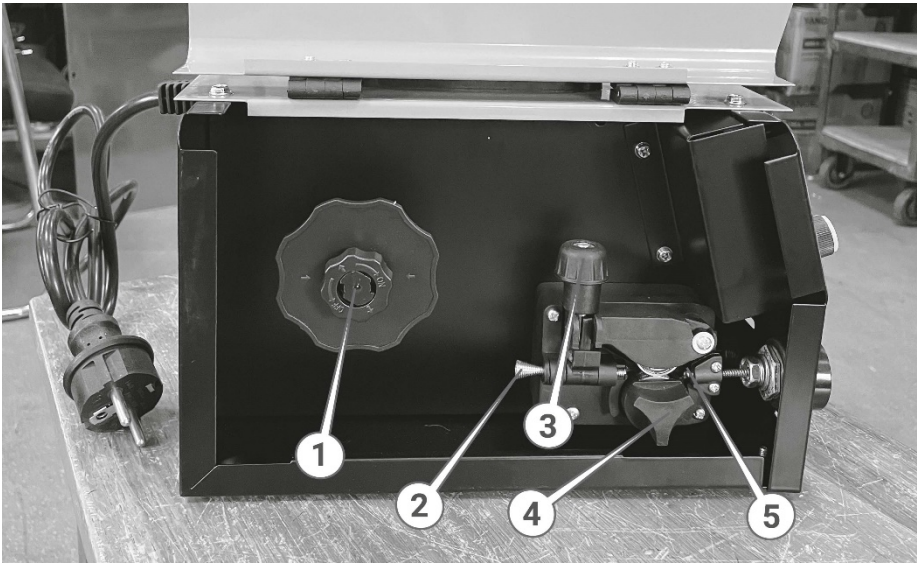

Рисунок 3. Відсік для зварювального дроту.
2. Відкрити кришку відсіку для зварювального дроту (рис. 3) та встановити катушку зі зварювальним дротом на установчий барабан (1, рис. 3) з урахуванням того, що напрямок обертання катушки під час розмотування зварювального дроту відбувається проти ходу годинникової стрілки.
3. Вставити зварювальний дріт у механізм подачі (2, рис. 3).
- переконавшись в тому, що на кінці дроту немає задирок, здатних пошкодити внутрішню частину тракту, і вставити зварювальний дріт у напрямну трубку (2, рис. 3) та просунути її у вхідний отвір зварювального рукава (5, рис. 3) на 100–150 мм;
- вкласти зварювальний дріт у жолоб ролика подачі (4, рис. 3) під вибраний дріт діаметром 0,8 або 1,0 мм. За необхідності змінити положення ролика.
Для зміни положення ролика подачі необхідно відкрутити фіксатор (4, рис. 3), встановити ролик потрібним боком і зафіксувати.
Планку з притискним роликом повернути у робочий стан і притиснути її гвинтом (3, рис. 3).